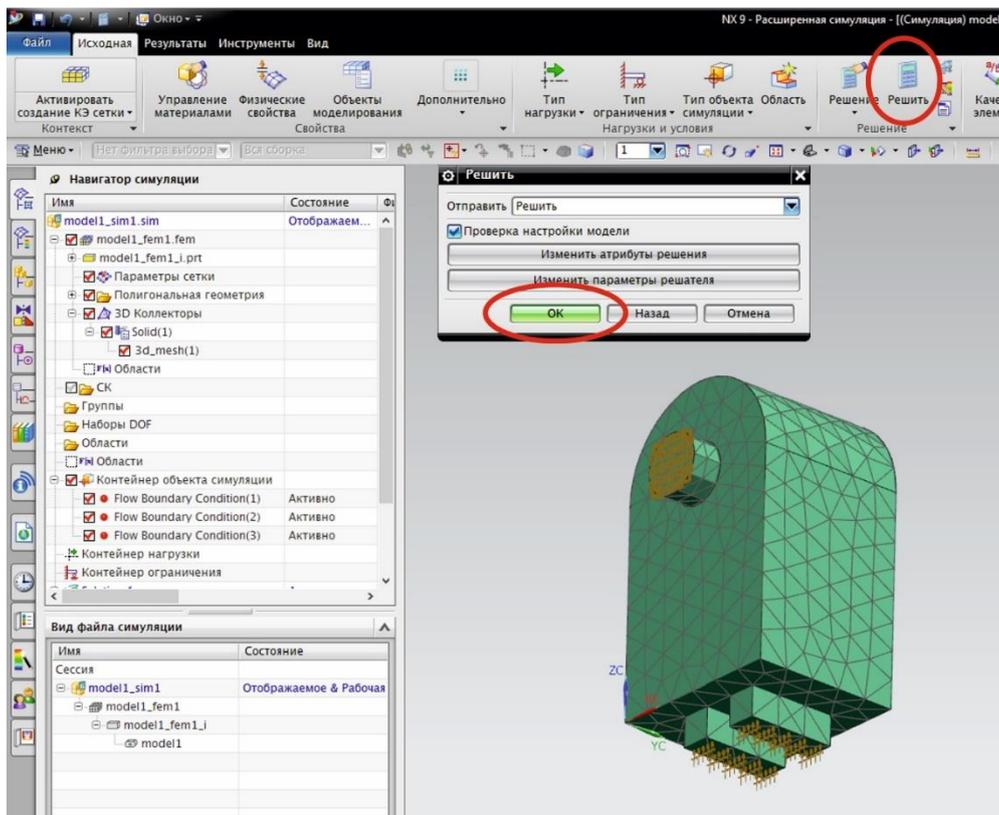

Рис. 1.12. Запуск расчета задачи
12. Запустите расчет. Закладка панели инструментов «Исходная» – «Решить». Нажмите «Ок» в появившемся окне «Решить» (рис. 1.12).